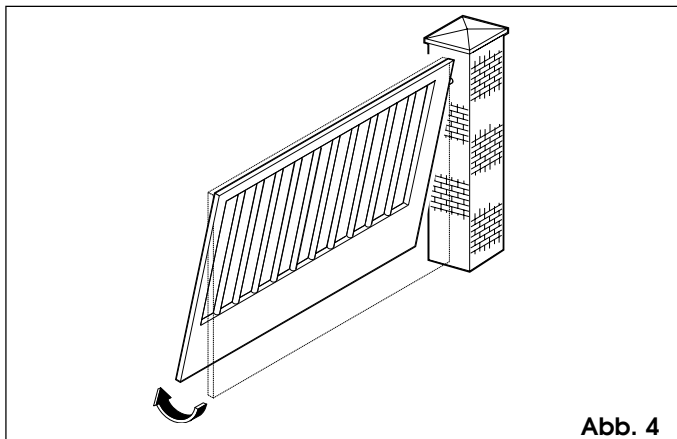

Abb. 4
- Flügel um obere Band achse drehen (Abb. 4).